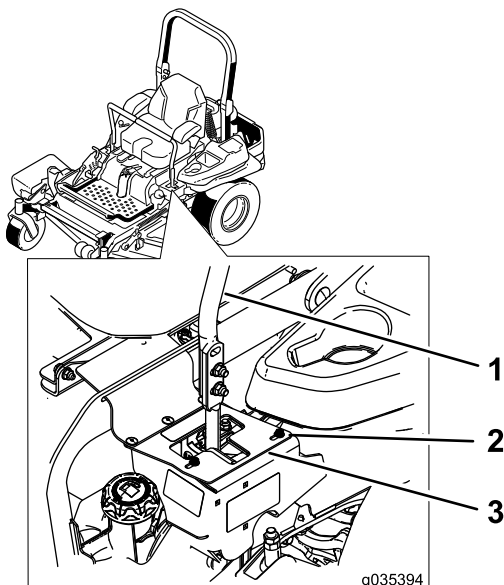

Figura 71
6. Si la máquina se desvía hacia la derecha, afloje los pernos y ajuste la chapa del tope izquierdo hacia atrás en la ranura en T de la izquierda hasta que la máquina avance en línea recta (Figura 71).
7. Si la máquina se desvía hacia la izquierda, afloje los pernos y ajuste la chapa del tope derecho hacia atrás en la ranura en T de la derecha hasta que la máquina avance en línea recta (Figura 71).
8. Apriete la chapa del tope (Figura 71).